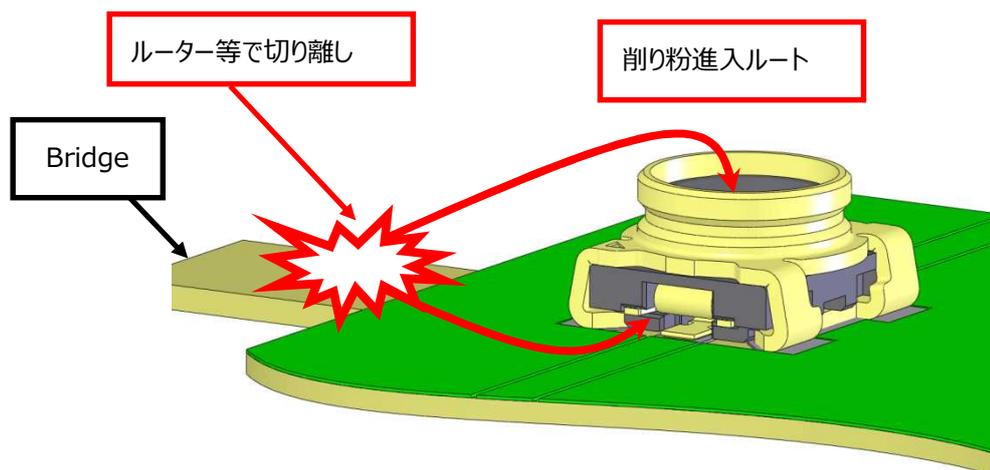

Fig. 8
- ・Fig. 8 のように MHF-SW23 実装後の基板の付近にブリッジがあると、基板をルーター等で切り離す際に削り粉が製品内部に入る可能性がありますので、ブリッジは離して配置してください。